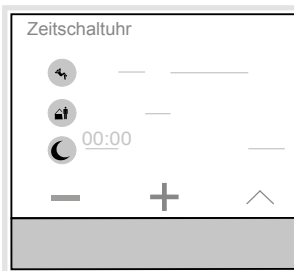

Bild 13: Einstellung der Schaltzeit
Die Anzeige wechselt zur Einstellung der Schaltzeit (Bild 13).
- Mit  $-$  /  $+$  die Einschalt-/Ausschaltzeit einstellen (Bild 13).